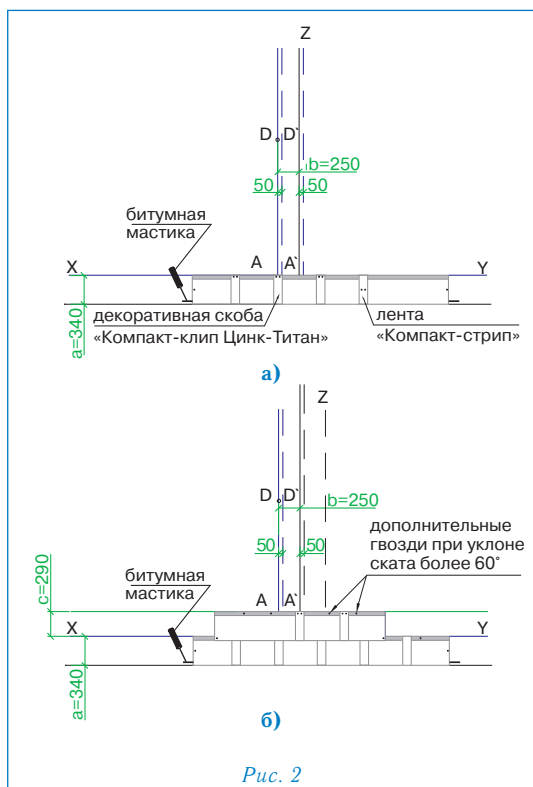

Рис. 2
### Укладка материала (рис. 2)
- укладка черепицы начинается от линии AD, при этом ее верхний край выравнивается по линии XY (рис. 2а);
- листы первого ряда укладываются встык и фиксируются двумя гвоздями по центру коротких сторон на расстоянии 2 см от края (рис. 2а);
- правая сторона скобы «Компакт-клип Цинк-Титан» выравнивается по линии A'D' и фиксируется двумя гвоздями через специальные отверстия (рис. 2а);
- листы второго ряда черепицы укладываются от линии Z, их нижний край выравнивается по линии, параллельной XY; каждый лист фиксируется двумя гвоздями в 2,5 см от нижней стороны; стыки и середина каждого листа закрываются декоративными скобами «Компакт-клип Цинк-Титан», которые также фиксируются двумя гвоздями (рис. 2б);
Каждый лист ПРЕСТИЖ КОМПАКТ МИНИ ЦИНК-ТИТАН закрепляется шестью гвоздями, в соответствии с рекомендациями, приведенными выше (рис. 2б).
При укладке материала на скатах с уклоном более 60° каждый лист дополнительно фиксируется двумя гвоздями в верхней части (рис. 2б).